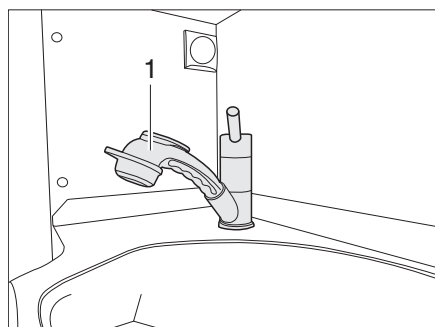

Fig. 97 Diffusore della doccia
- ▷ Per la doccia utilizzare il diffusore (Fig. 97, 1). A tal fine estrarre il diffusore della doccia.